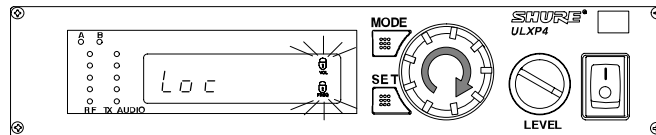

FIGURA 44
2. Gire la perilla de control hasta que uno o ambos iconos de bloqueo destellen en la pantalla, tal como se ilustra en la Figura 44.